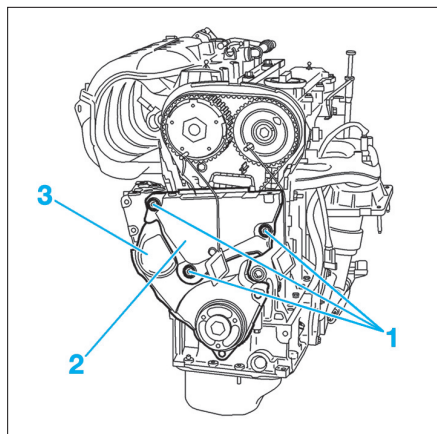
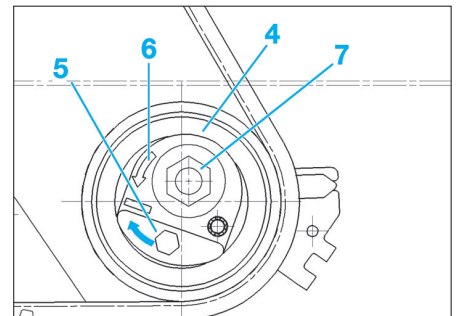

Fig. 25
Fig. 26
- les vis (1) du carter (2) du support moteur droit et le déposer (Fig.25).
- le carter inférieur de distribution (3).
- Desserrer l'écrou (7) du galet tendeur (4) et le maintenir à l'aide de l'empreinte hexagonale (5) (Fig.26).
- Tourner le galet tendeur (4) dans le sens horaire avec l'empreinte hexadécimale (5) afin de détendre la courroie et de la déposer.